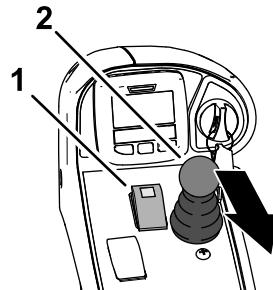

Рисунок 57
- Переведите выключатель ВОМ в положение ВЫКЛ (Рисунок 57).